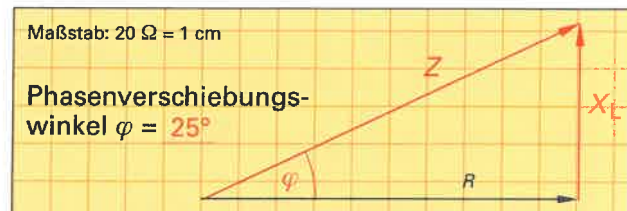

Bild 4: Widerstandsdiagramm einer Spule
b) das Widerstandsdiagramm in Bild 4 (Werte:  $X_L = 47\ \Omega$ ,  $R = 100\ \Omega$ ).
6. Geben Sie die Formel zur Berechnung des Scheinwiderstandes mithilfe des Widerstandsdiagramms aus Bild 4 an.